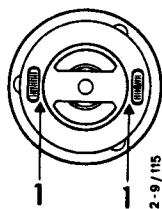

Fig. 1
1. Inadequate sealing between the rubber gasket (17589) and the thermostat at the riveting, see fig 1 page 2.
1. Unzureichende Dichtung zwischen Gummidichtung (17589) und Thermostat bei der Nietung, siehe Fig. 1.
1. Cierre insuficiente entre la junta de goma (17589) y el termostato, en el remachado, ver fig. 1.